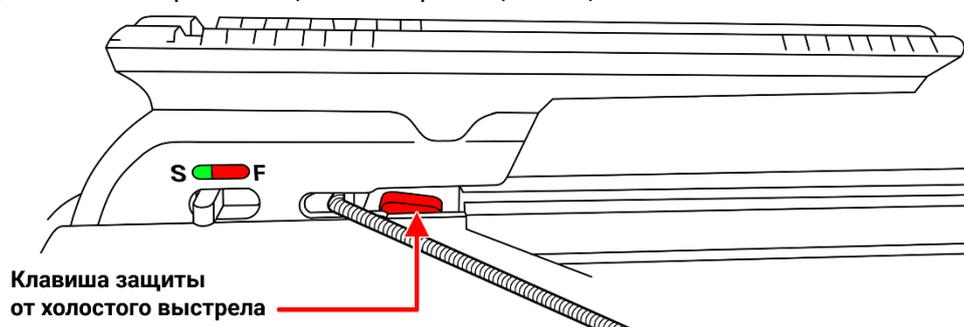

Рис.19
2. Пока предохранитель включен, работает защита от холостого выстрела, которая **не дает снять предохранитель**, пока на направляющей нет стрелы (Рис.19).